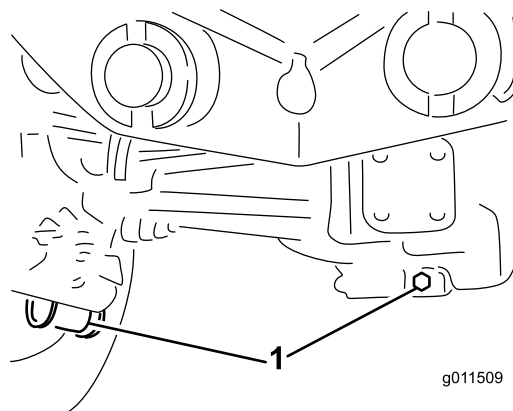

Bild 96
2. Reinigen Sie den Bereich um die drei Ablassschrauben, d. h. jeweils eine an beiden Enden und eine in der Mitte (**Bild 96**).